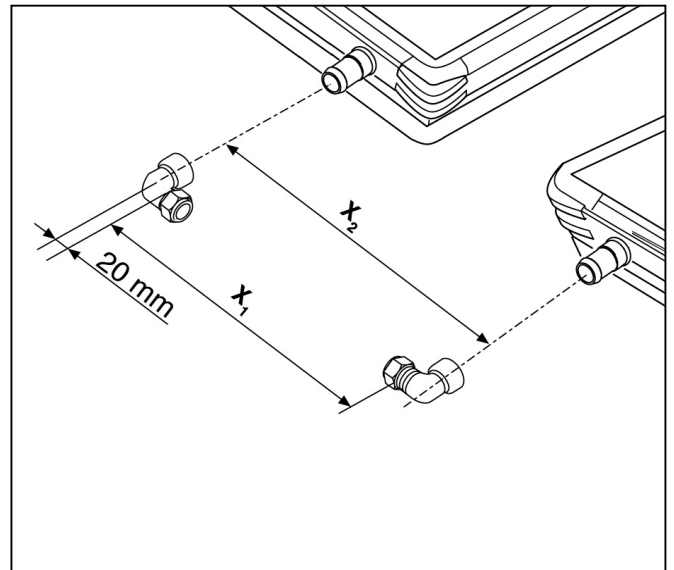

Fig. 3 Calcolo della distanza
- Determinare la distanza X_2 ed inserire questo valore nella formula riportata sotto ai fini del calcolo della lunghezza del tubo in rame (diametro 18 mm) X_1 (fig. 3).